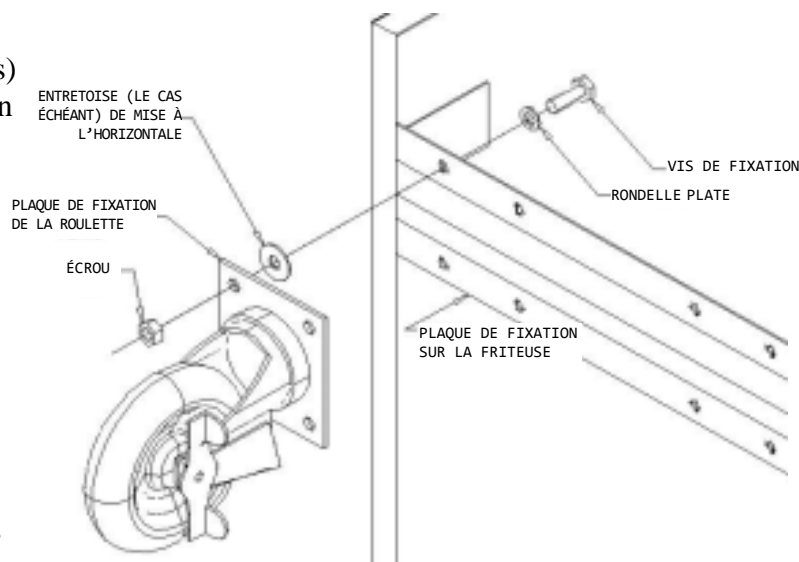

Figure 4 Installation typique d'une roulette
2. Mettre la friteuse à plat sur le carton, de manière à ce que les supports de dessous soient visibles, afin de monter les roulettes, comme indiqué par la figure 4.
4. Positionner l'arrière de la friteuse sur le carton d'emballage, de manière à exposer son dessous avec les plaques de fixation des roulettes (figure 4).